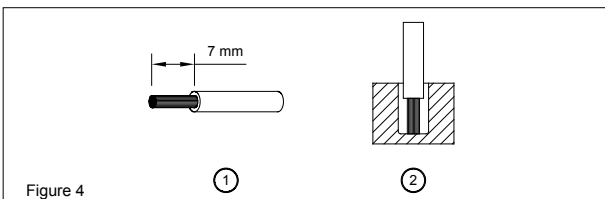

Figure 4
(1)	0,82-8,4	18-8	9,4	8,1
(2)	3,3-5,3	12-10	9,4	8,1
To secure reliable and shock proof connections, the stripping length should be 7mm (see Fig. 4 (1)). Please ensure that wires are fully inserted into the connecting terminals as shown in Fig. 4 (2).
Le câble doit être dénudé sur 7mm pour assurer une connexion fiable et résistante au choc (voir Fig. 4 (1)). Merci de s'assurer que les fils sont entièrement insérés dans le connecteur comme montré en Fig. 4 (2).